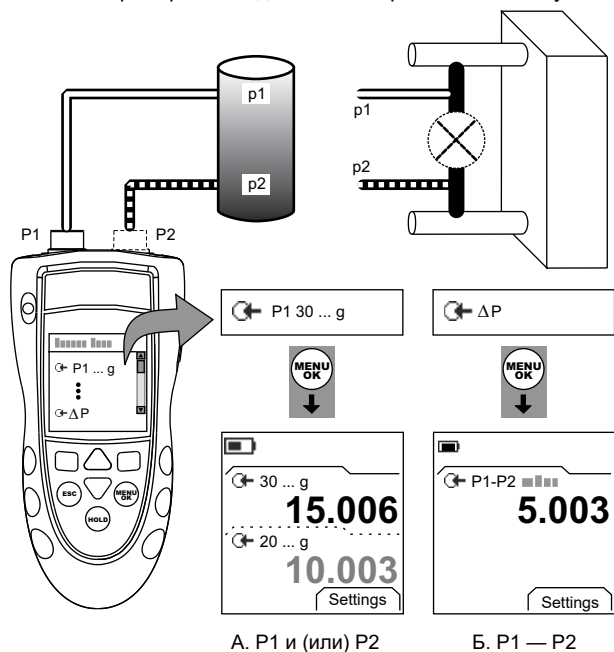

Рисунок 2: Пример конфигурации. Измерение давления
1. Подключите прибор (Рисунок 2) и при необходимости отрегулируйте *Set Up (Настройка)* (Таблица 1).
Примеры на Рисунок 2 показывают:
1. Подключите прибор к стандарту давления (Рисунок 2).